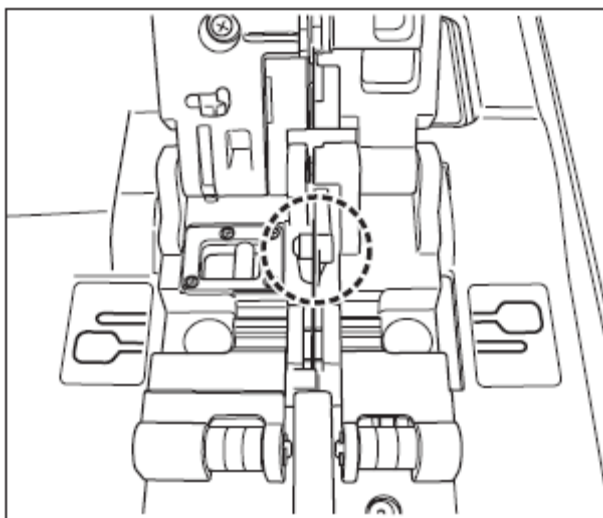

Рис. 11
- Не прикасайтесь пальцами к указанной на иллюстрации части, так как она горячая. (См. рис. 11).